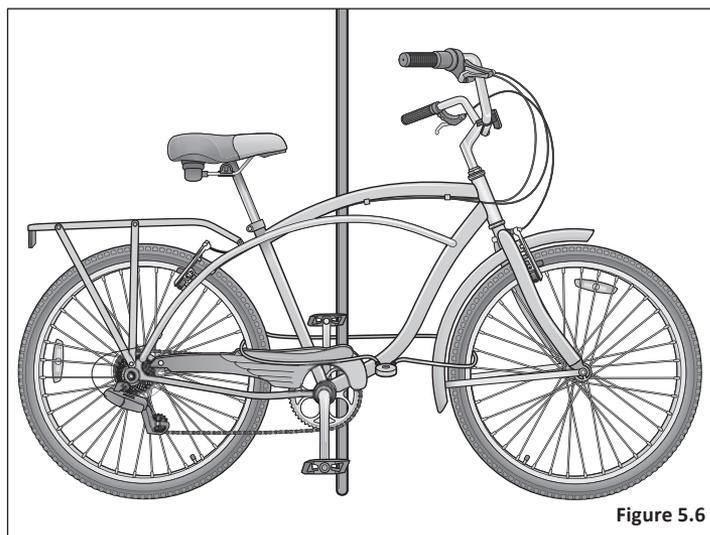

Figure 5.6
- Verrouillez toujours votre vélo sur un objet inamovible s'il est laissé sans surveillance. Gardez à l'esprit que des pièces individuelles d'un vélo peuvent être volées. Le plus souvent, si vous ne verrouillez qu'une roue ou seulement le cadre, d'autres pièces peuvent être retirées du vélo. Bien qu'il soit impossible de verrouiller toutes les pièces, il est suggéré de verrouiller les principaux composants, le cas échéant. **Figure 5.6**